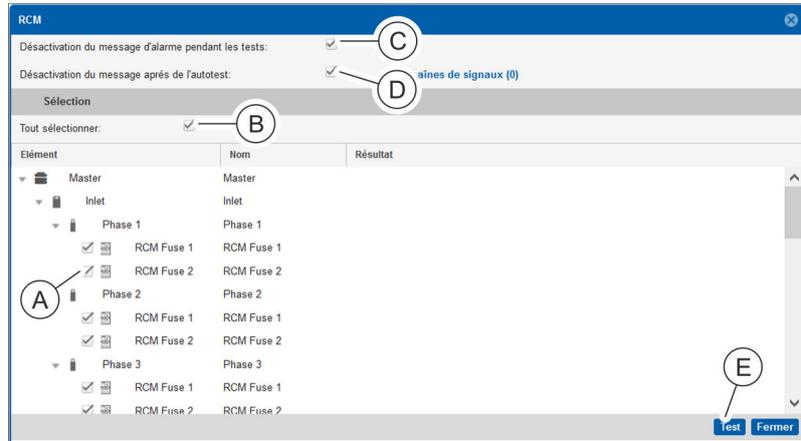

Fig. 108 : Fenêtre « RCM »
3. ➤ Sélectionner les différents RCM à tester (Fig. 108 /A).
Il est également possible de sélectionner tous les RMC à tester en cochant la case « *Select All* » (Fig. 108 /B).
4. ➤ Si nécessaire, décocher la case « *Désactiver l'alarme pendant les tests* » (Fig. 108 /C) afin d'activer le déclenchement de chaînes de signaux pendant le test.
5. ➤ Si nécessaire, décocher la case « *Désactiver la notification d'auto-test après le test* » (Fig. 108 /D) afin d'activer le déclenchement de la chaîne de signaux après le test.
6. ➤ Appuyer sur le bouton « *Test* » (Fig. 108 /E) dans la fenêtre « RCM ».